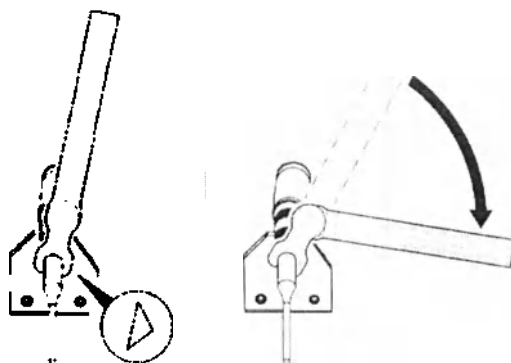

Рисунок 4 – Установка ультразвуковой насадки
4. Удерживая рукоятку, вращать динамометрический ключ в направлении стрелки, чтобы затянуть ультразвуковую насадку. Немедленно прекратить затягивание, когда ручка гаечного ключа вращается без центрирования относительно головки ключа, что является признаком приложения надлежащей силы (рисунок 4).